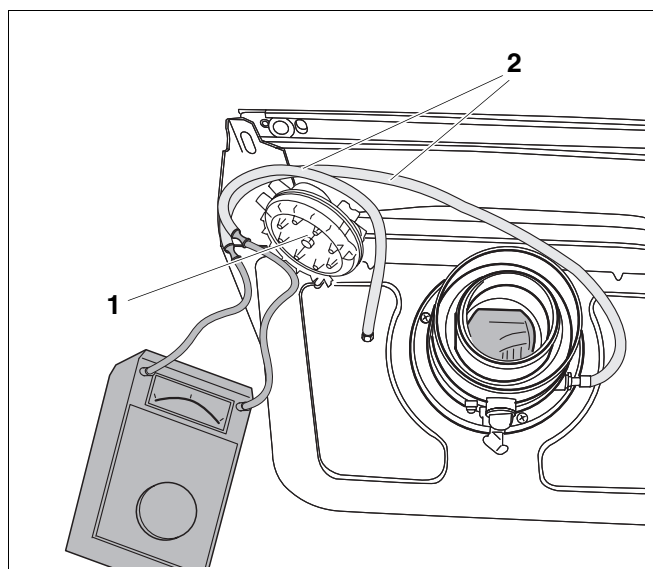

Fig. 12 Mesurer la pression différentielle
- Retirer le commutateur de pression différentielle (fig. 12, pos. 1) de son support.
- Débrancher les deux tuyaux (fig. 12, pos. 2) (noter les repères de branchement des tubes !) et les raccorder sur un manomètre tube incliné.